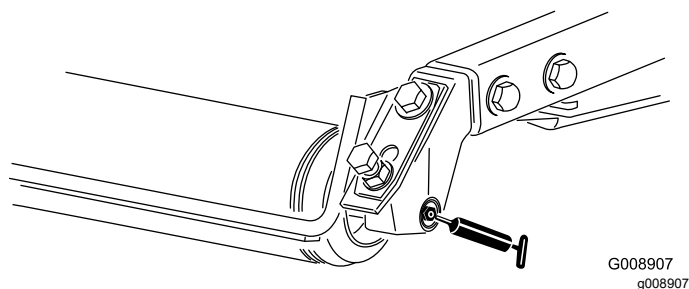

Figure 48
- Roulements de rouleau arrière (2 par unité de coupe) – Figure 48